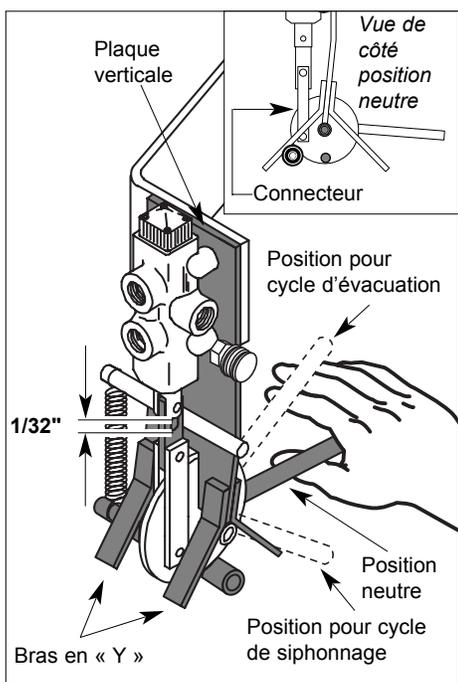

fig. 6
- C** Pousser graduellement le levier du mécanisme de la renverse vers le bas pour qu'il excède légèrement la position neutre — *fig. 6*. De ce point, les ressorts devraient compléter le mouvement. Sinon, révérier la tige de la valve de la renverse — voir *instruction 8 B*. Nettoyer et lubrifier le mécanisme de la renverse — voir *instruction 2*.
- D** S'assurer que la plaque verticale de la renverse est légèrement pliée de façon à ce que le boulon de la tige de la valve de la renverse et le boulon inférieur du connecteur soient alignés verticalement quand le levier est maintenu manuellement à la position neutre — *fig. 6 vue de côté*.
- E** S'assurer que les bras d'arrêt en « Y » de la renverse soient pliés correctement pour que le connecteur ait un jeu de 1/32" maximum une fois les renverses complétées — *fig. 6*.
9. S'assurer que le levier est à la position du cycle de siphonnage — *fig. 6*. Mettre le Magnum en marche pour faire remonter le piston et laisser le redescendre sur une distance de 24". Avec la main, pousser le levier de la renverse vers le bas pour faire remonter le piston pour ensuite le laisser redescendre sur une distance de 36". Avec la main, pousser le levier de la renverse vers le bas pour faire remonter le piston. Pour le prochain cycle, laisser le Magnum faire quelques courses de lui-même.